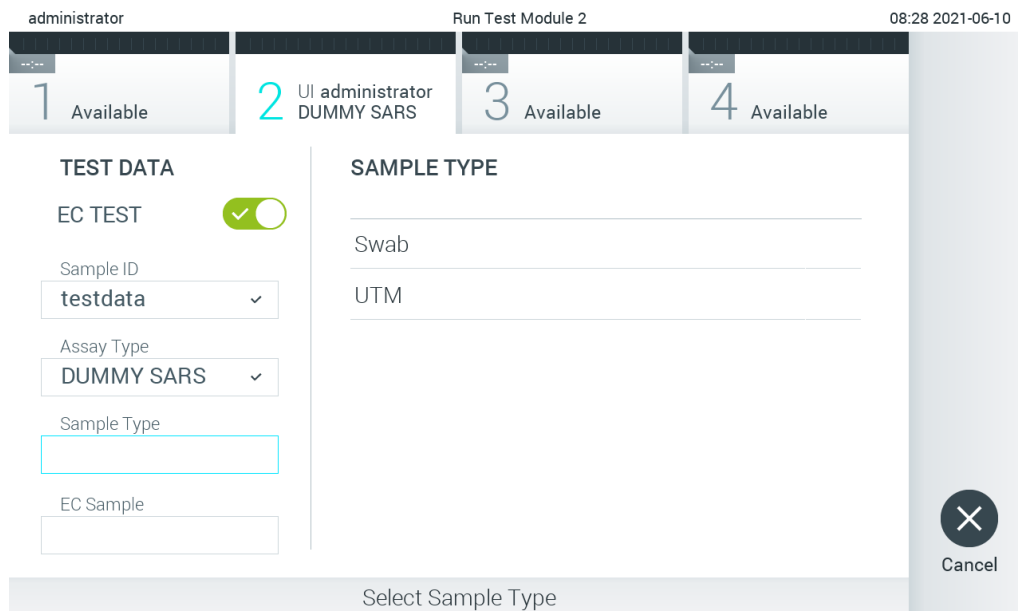

Рис. 90. Вибір типу зразка.
5. За потреби виберіть відповідний тип зразка зі списку (Рис. 90).